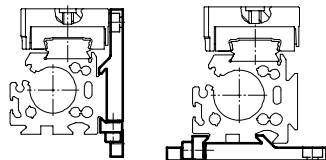

Bild 12
2. Sätt fast profilfästena vid DGC-... enligt Bild 12.